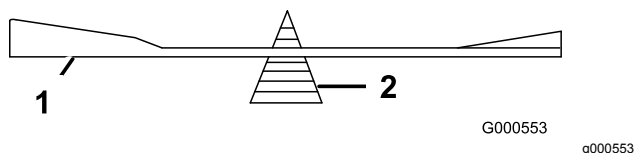

Figure 60
2. Vérifiez l'équilibre de la lame en la plaçant sur un équilibreur (Figure 60).